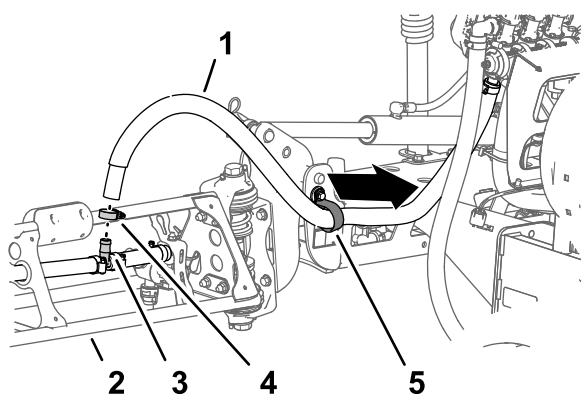

Bild 35
2. Nehmen Sie den Schlauch vom T-Anschlussstück ab (Bild 35).
3. Nehmen Sie das freie Ende des Schlauchs von der R-Klemme ab (Bild 35).
1. Entfernen Sie am äußeren Sprühabschnitt die Schlauchklemme, mit der der Sprühabschnittschlauch am gezahnten T-Anschlussstück befestigt ist (Bild 35).